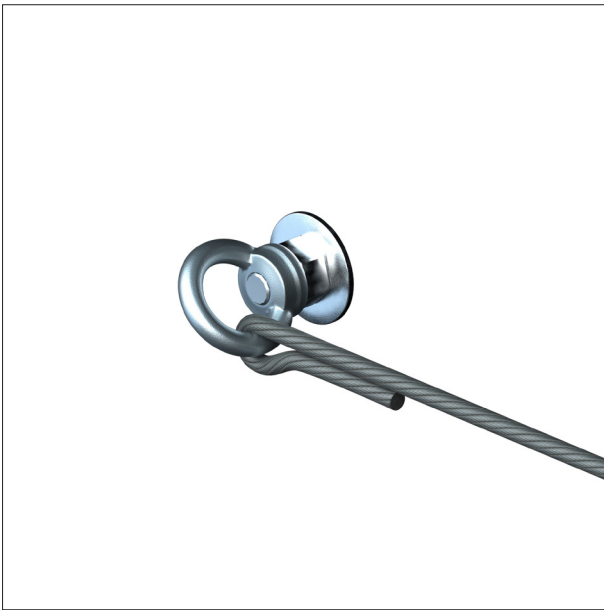

Abbildung 2.1
**2a.** Ziehen Sie ein Ende des Edelstahlseiles an sich in einer Ecke befindenden Seilbefestiger und bilden mit dem Edelstahlseil eine Schlaufe. (Abb. 2.1)